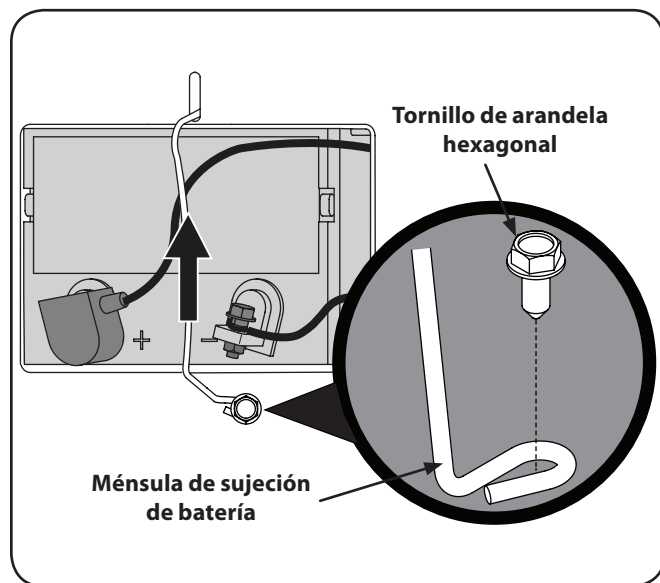

Figura 7-1
1. Extraiga el tornillo de la arandela hexagonal que sujeta el soporte de sujeción de la batería al marco. Luego levante el soporte de sujeción de la batería para liberar la batería. Consulte la Figura 7-1.